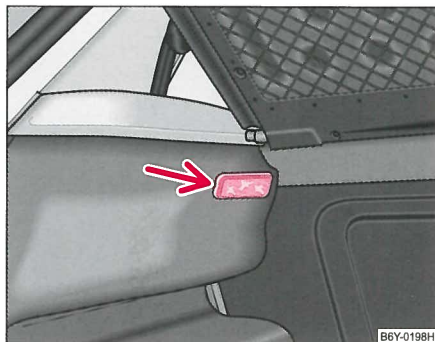

Fig. 185 Afmonter lampen i bagagerummet
- Stik en skruetrækker ind i udskæringen ved siden af lampen ⇒ fig. 185. Tag forsigtigt lampen ud.